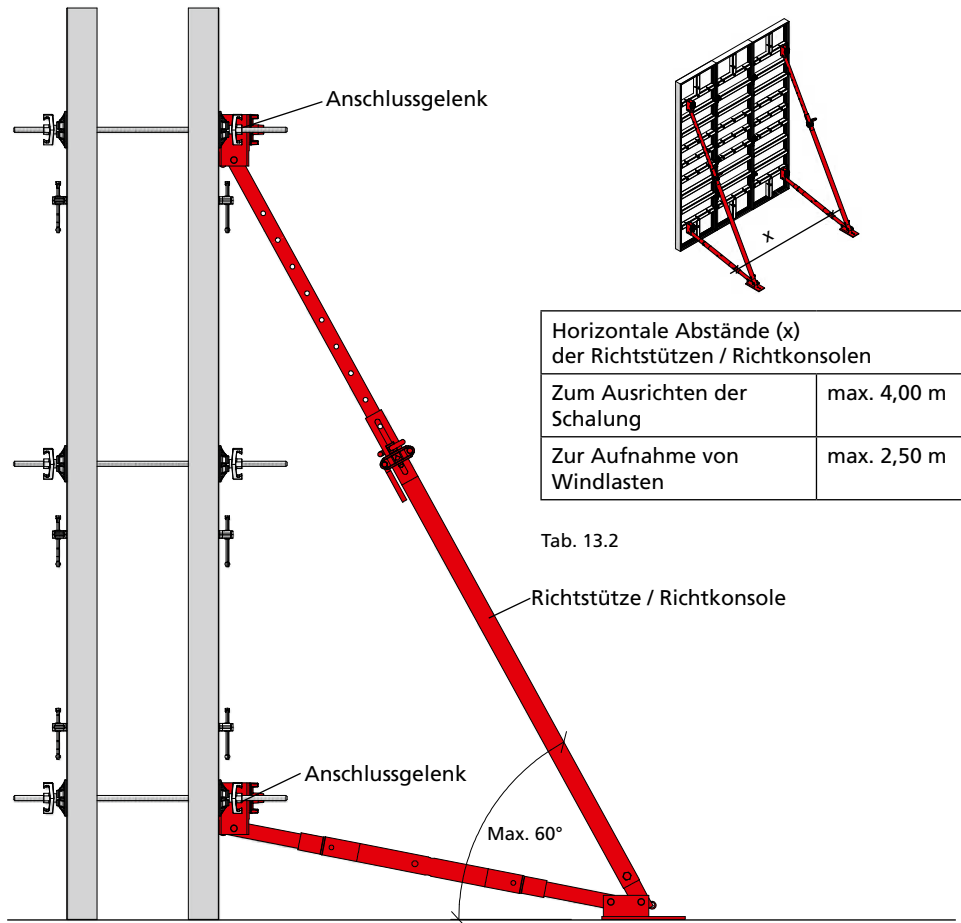

Abb. 13.1
Befestigung der Richtstütze / Richtkonsole mit Anschlussgelenk und Flanschschraube 18 an den Funktionsstreben (Abb. 13.1).
■ Schalungshöhe und Länge der Richtstützen sollte gleich sein. Der Winkel zwischen Boden und Richtstütze sollte kleiner als 60° sein (Abb. 13.1 und Tab. 13.3).